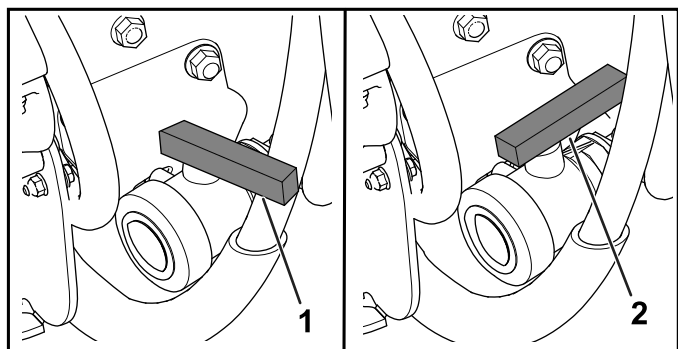

Figura 86
3. Aprite la valvola per scaricare tutto il materiale non utilizzato dal serbatoio (Figura 86).
4. Chiudete la valvola di spurgo (Figura 86).